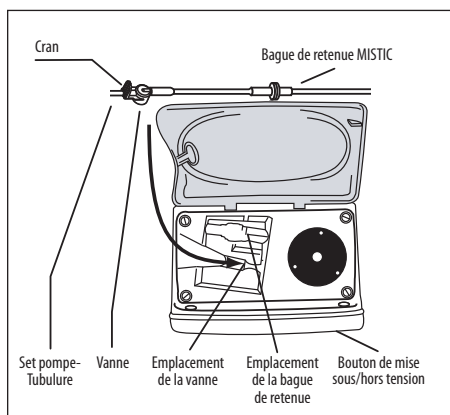

Figure 6A.
2. Charger la tubulure en maintenant le cran sur la vanne, puis en insérant la vanne dans son emplacement à gauche. (Figure 6A)